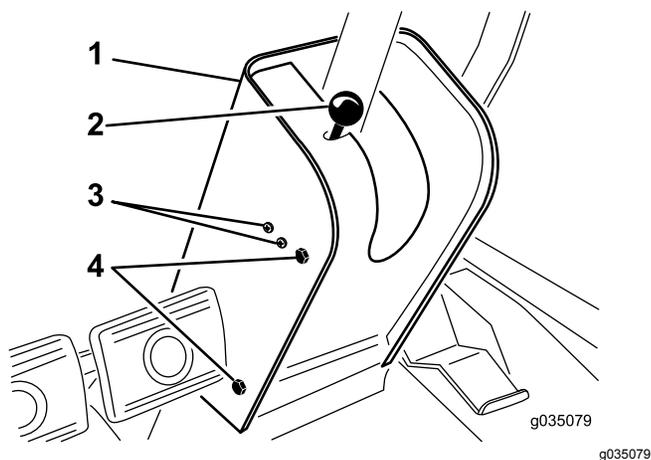

図 72
2. 駐車ブレーキロッドのノブを外し、次にハンドルタワーのカバーを止めているねじを外す 図 72。
4. 駐車ブレーキスイッチを固定しているねじとナットタワーの左側をゆるめる 図 72。